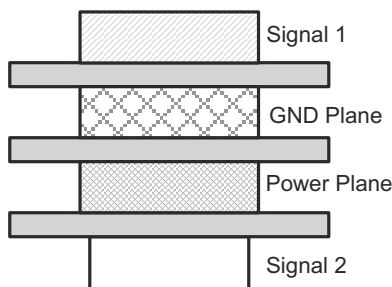

図 8-3. レイアウト例
- 高周波で動作する場合は、4 層以上のプリント基板をお勧めします。図 8-3 に示すように、グラウンドと電源層で 2 つの信号層を分離しています。